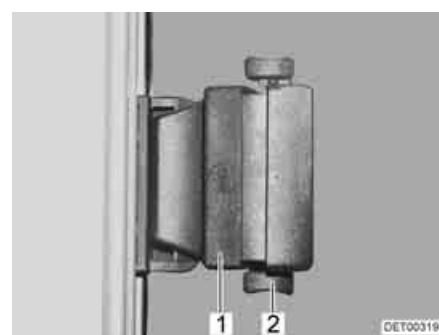

Fig. 49 Finestra scorrevole con bloc-
- Estrarre o sollevare il bloccaggio (Fig. 48,1 o Fig. 49,2).
- Premere la maniglia (Fig. 48,2 o Fig. 49,1) e contemporaneamente spin-